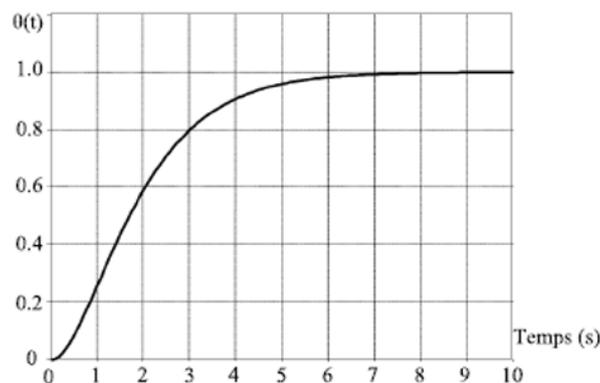

FIGURE 1 – Réponse temporelle du moteur à un échelon d'amplitude 2V.
**Question 6:** La figure1 montre la réponse temporelle du moteur à un échelon d'amplitude 2V. Déterminer graphiquement le temps de réponse à 5% du système.